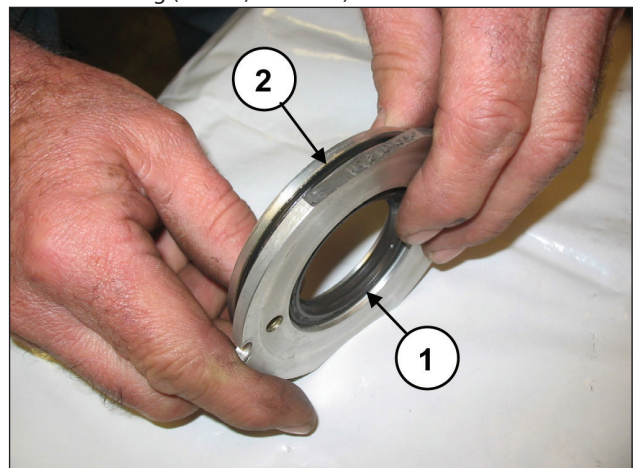

Abb. 130
Ersetzen Sie den Ölabbstreifring (Pos. ①, Abb. 130) und den äußeren O-Ring (Pos. ②, Abb. 130).